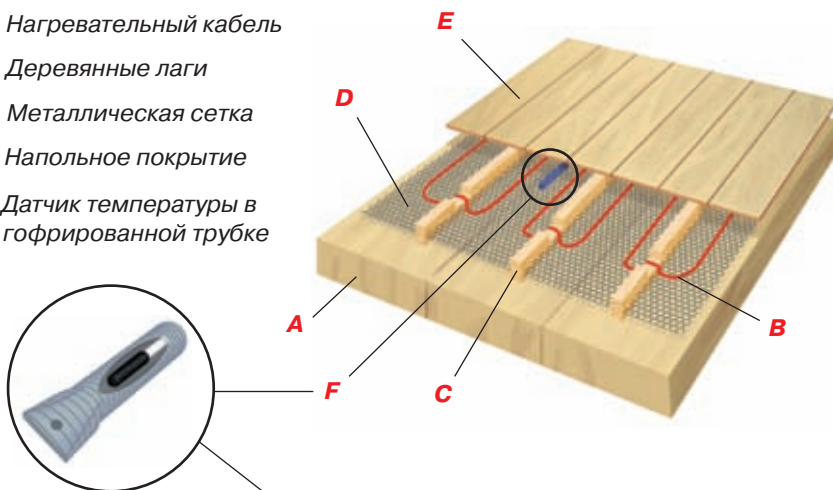

Рис. 5. Устройство теплого пола на лагах
4. Датчик температуры пола поместить в пластмассовую трубку диаметром 16 мм, заглушенную на одном конце для предотвращения попадания внутрь бетона и поместить в штробу, согласно составленному чертежу (рис. 5).
При устройстве деревянных полов на лагах (**Рис. 5**) нагревательный кабель укладывается змейкой и закрепляется на металлической сетке, подвешенной в воздушной прослойке между лагами в пространстве между основанием пола и нижней поверхностью деревянного покрытия. Под сеткой необходимо уложить слой качественной теплоизоляции для предотвращения теплопотерь вниз. Нагревательный кабель при этом не должен соприкасаться с теплоизоляцией. Расстояние от нагревательного кабеля до любой точки конструкции деревянных полов должно быть не менее 30 мм. При пересечении кабелем лаги, в последней должен быть сделан пропил, защищенный фольгой либо другим несгораемым материалом. Допустимый диаметр изгиба закрепленного кабеля – 6 диаметров кабеля.